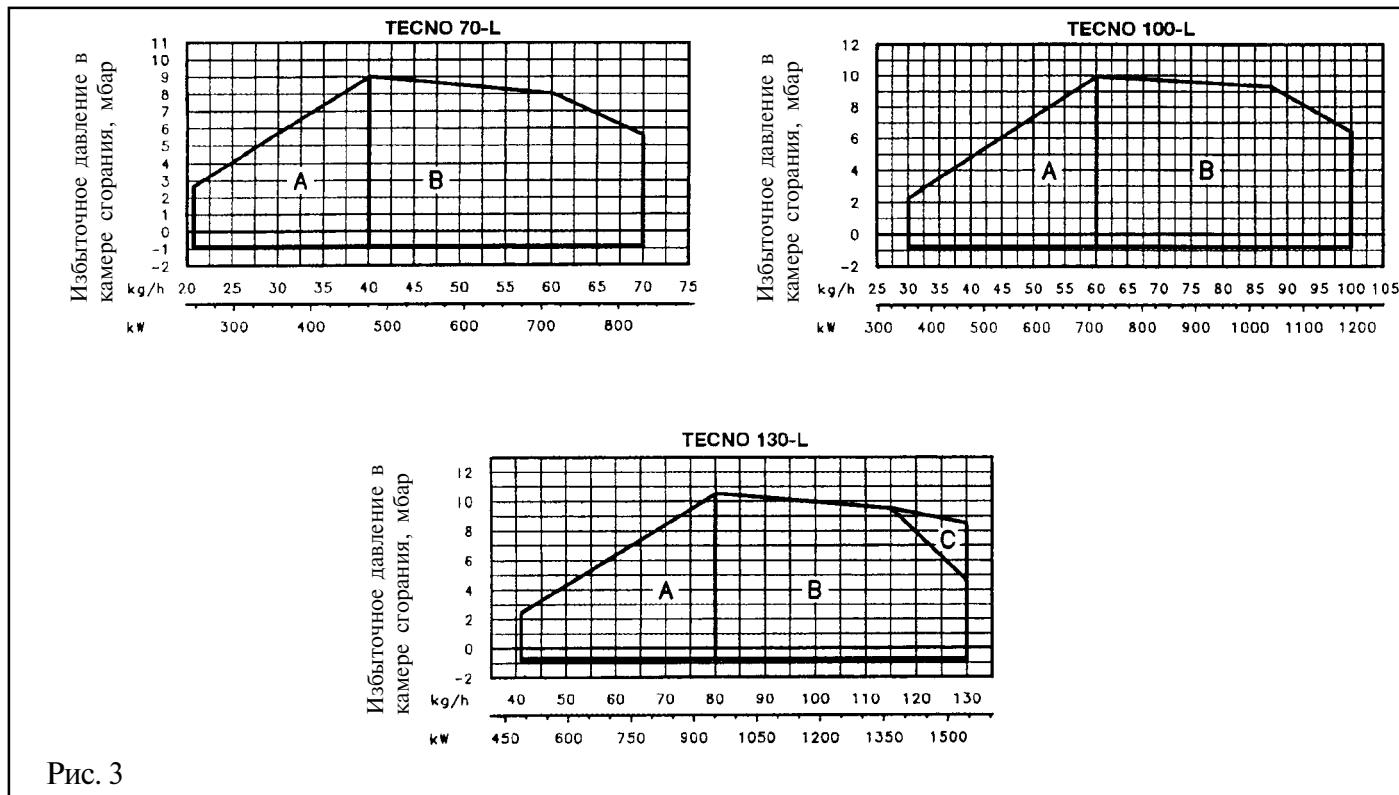

Рис. 3
4. Графики расхода и мощности (Рис. 3)
Расход топлива при одном пламени находится в зоне A графика (Рис. 3).
Для модели TECNO 130-L проверить, находится ли максимальный расход на 2-ом пламени в зоне В (см. Рис. 3). Если находится в этой зоне, то не надо менять положение головки.
Если находится в зоне С (см. Рис. 3), надо сделать следующее:
Расход на первом и втором пламенях должен находиться в пределах, указанных на Рис. 3.